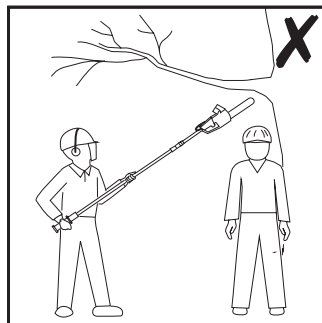

Fig. 36
7. Tenir les autres personnes à l'écart de l'extrémité de coupe du produit et à une distance de sécurité de la zone de travail. Maintenir une distance minimale de 10m avec les personnes à proximité (Fig. 36).